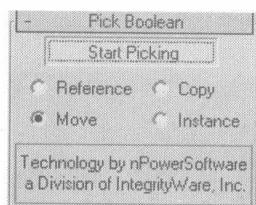
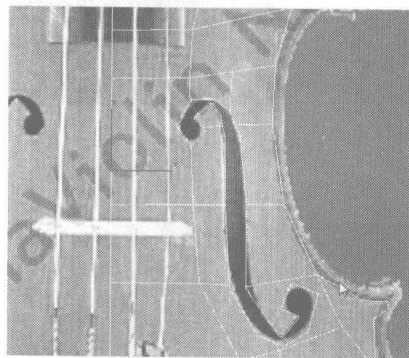

图 5.123
图 5.124
- 13** 关闭细分。对模型进行布尔运算，选择前面板模型，在 创建面板的 区域，选择 **Compound Objects** 类型，单击 **ProBoolean** 按钮，在弹出的 **Pick Boolean** 卷展栏中设置如图 5.123 所示参数，单击 **Start Picking** 按钮，再单击 f 型音孔模型，布尔运算的结果如图 5.124 所示。单击右键，在弹出的快捷菜单中选择 **Editable Poly** 选项，将模型塌陷成可编辑多边形。